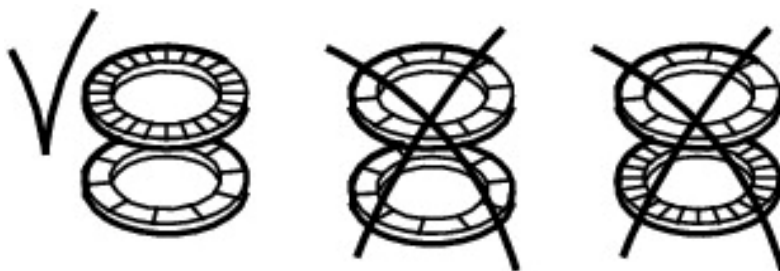

Рис. 8
4. Установить зажим поз. 33, шайбу поз. 35 и гайку поз. 44, после чего затянуть соответствующим крутящим моментом, смотрите Таблицу 5. Шайба поз. 35 состоит из двух частей, склеенных друг с другом. Если они находятся в разобранном состоянии, необходимо убедиться, что они правильно соединены друг с другом, смотрите Рис. 8.